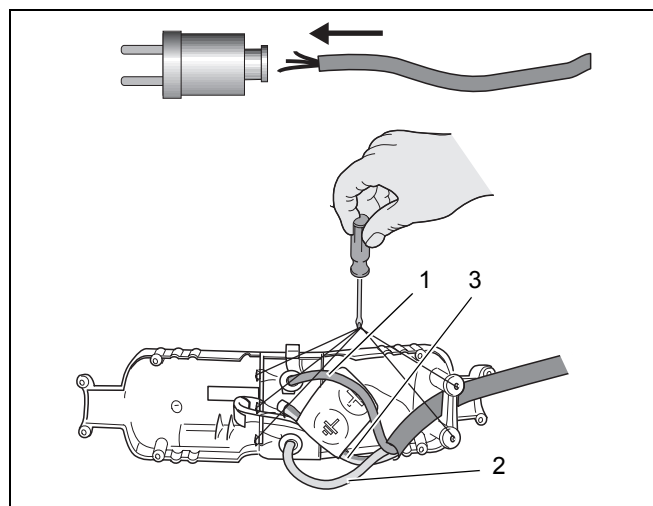

Fig. 14 Montarea steckerului de rețea
- Montarea steckerului de rețea la prelungitor (Fig. 14).